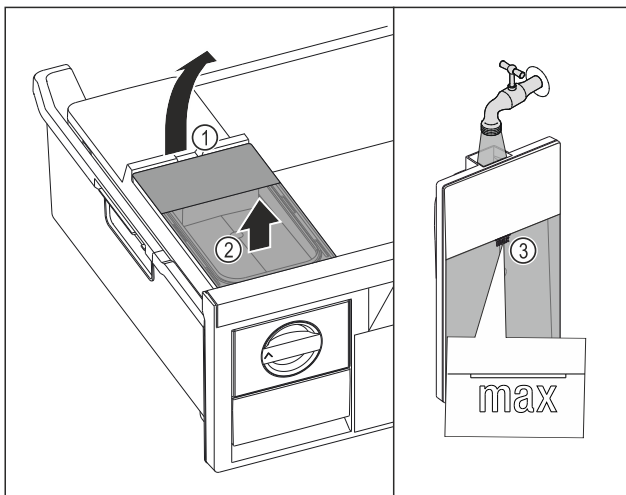

Fig. 29
- ▶ Підняти бак для води за заглиблення Fig. 29 (1).
- ▶ Вийняти бак для води рухом вгору. Fig. 29 (2)
- ▶ Наповнити бак для води питною водою до позначки Fig. 29 (3).